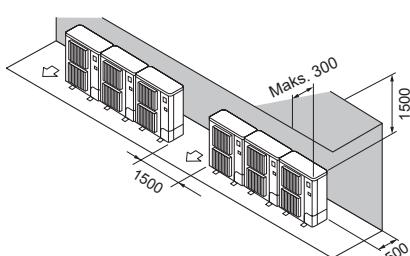

Fig. 2-14
- ② Yanlızca arkadaki ve üstteki engeller (Fig. 2-14)